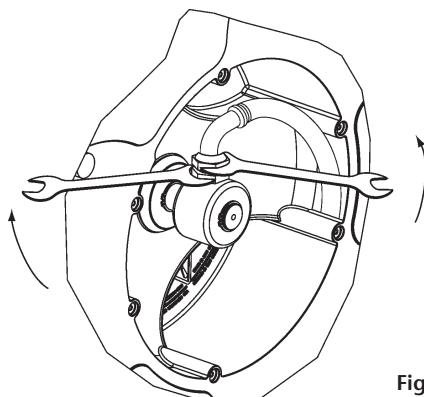
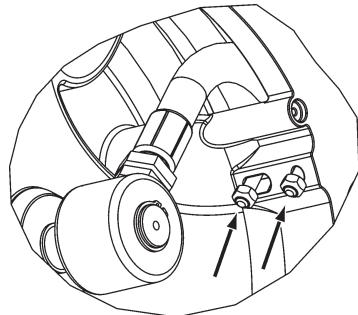

Fig. 8a
Fig. 8b
4. Fix the hose to the swivel as indicated in figure 8a and fix the U bolt as shown in figure 8b.
- Fixer le flexible à la rotule comme indiqué dans la figure 8a et fixer les boulons en « U » comme illustré dans la figure 8b.
- Befestigen Sie den Schlauch wie in (Fig. 8a) beschrieben am Drehgelenk und ziehen Sie den „U-Bolzen“ wie in (Fig. 8b) dargestellt an.
3. Disconnect the hose as shown (fig. 8a). Release the hose from the disk by removing the clamp (fig. 8b).
3. Desconecte la manguera usada según se indica en la imagen (fig. 8a) y libere la manguera del disco retirando el abarcón de fijación manguera (fig. 8b).
3. Débranchez le flexible comme indiqué (fig. 8a). Dévissez le boulon en « U » et retirez le flexible (fig. 8b).
4. Entfernen Sie den Schlauch wie in (Fig. 8a) gezeigt. Lösen Sie den Schlauch von der Scheibe wie in (Fig. 8b) gezeigt, indem Sie die Klammer entfernen.